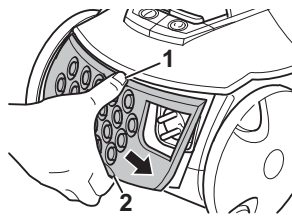

Abb. 25
5. Setzen Sie abschließend die Ausblasfilter-Abdeckung wieder auf. Haken Sie diese dazu zuerst oben ein (Abb. 25/1) und drücken Sie sie dann unten an (Abb. 25/2), bis sie hör- und spürbar einrastet.